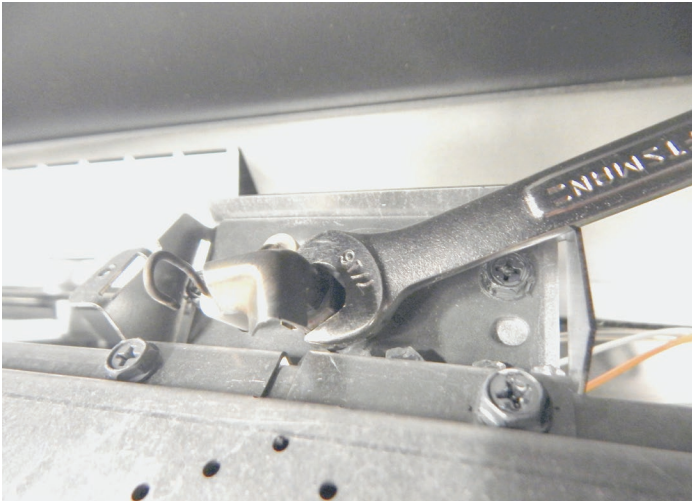
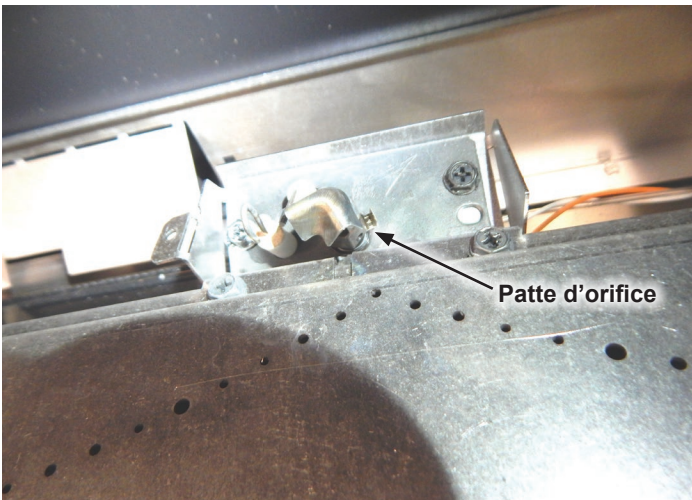

Figure 9
Figure 10
16. Poser de nouveau les quatre (4) vis hexagonales de 5/16 po retirées à l'étape 10 ci-dessus pour fixer l'ensemble du brûleur.
17. Pour convertir la veilleuse du gaz naturel au gaz propane, desserrer légèrement le capot de la veilleuse à l'aide d'une clé de 7/16 po. **Voir Figure 9.** Une petite patte d'orifice, située juste dessous le capot de veilleuse et de l'écrou, se glisse latéralement. **Voir Figure 10.** Il est possible d'utiliser un petit tournevis pour déplacer doucement la petite patte d'orifice pour modifier le type de gaz. Ne pas forcer. La patte d'orifice possède des inscriptions des types de gaz. S'assurer que le type de gaz à convertir est indiqué sur la patte; resserrer ensuite le capot de veilleuse pour que la flamme de la veilleuse pointe vers l'avant en direction du brûleur et à gauche du capteur. Ne pas trop serrer. **Voir Figure 9.**